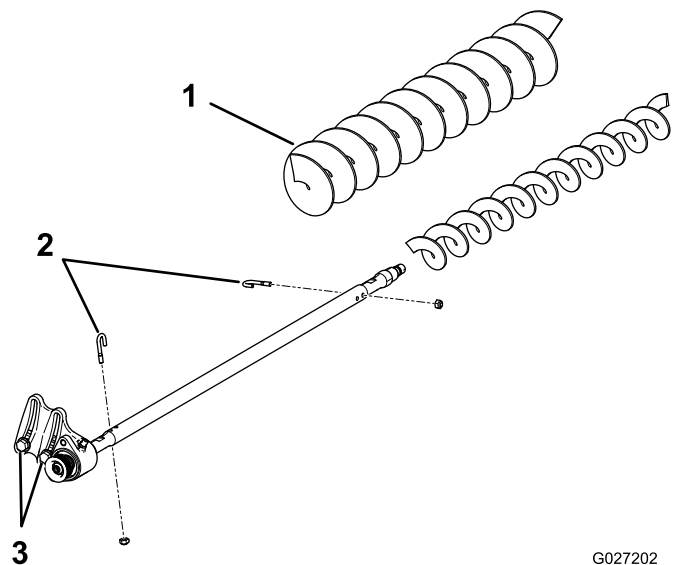

図 19
3. J ボルト2本とナットを外す (図 19)。
4. ブラシシャフトについている既存のブラシを抜き取る 図 19。
5. 駆動側ベアリングハウジングをベアリングハウジング取り付けブラケットに固定しているボルト各2本とワッシャおよびナットをゆるめる 図 19。
6. グルーマシャフトに高刈りブラシブラシを通す 図 19。
7. 先ほど外した J ボルトとナット各 2 を使って、ブラシをシャフトに固定する 図 19。